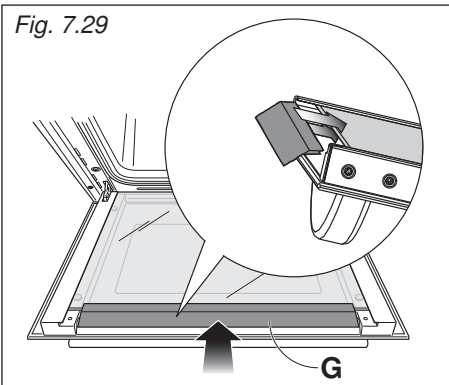

Fig. 7.29
- Appuyer doucement sur le déflecteur "G" pour le remettre bien en place (fig. 7.29).